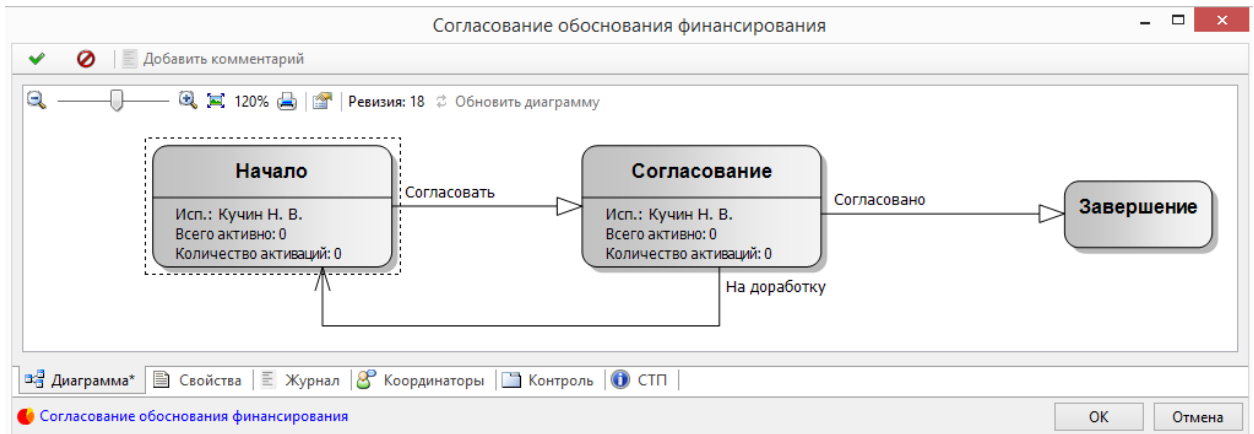

Рисунок 180 — Вкладка «Диаграмма»
- в форме диалога создания рабочего процесса отредактировать при необходимости, пользователей на вкладке «Диаграмма» (Рисунок 180);